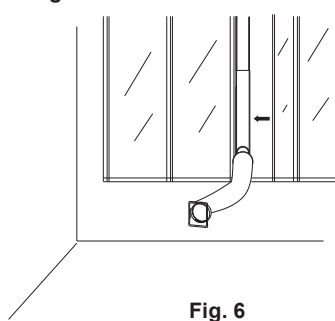

Fig. 6
6. Instale el tubo de salida de aire, el kit para ventana y sus accesorios en la ventana y, a continuación, cierre la ventana en la dirección que indica la flecha de la fig. 6 para mantener fijado el kit para ventana.